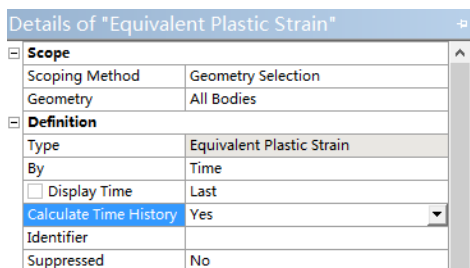

图 15-21 设置塑性应变图
9) 选择视图区域的零件, 然后单击 Details of “Equivalent Plastic Strain” 细节窗口中 “Geometry” 选项下的 “Apply” 按钮, 如图 15-21 所示。此时添加整体等效塑性应变的等值线云图。